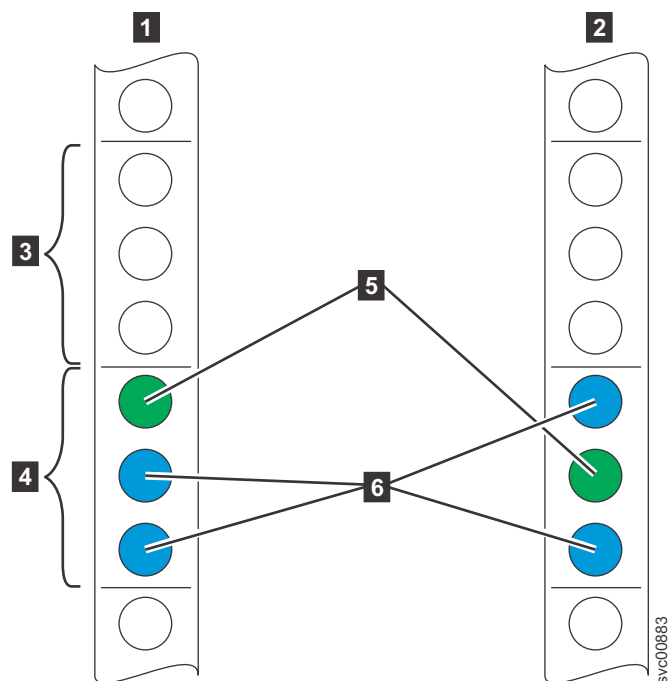

図 44. ラック・スペースの識別
1. 図 44 に示されているように、(取り付けるノードに応じて) ラック内の使用可能な 2U スペースを選択します。